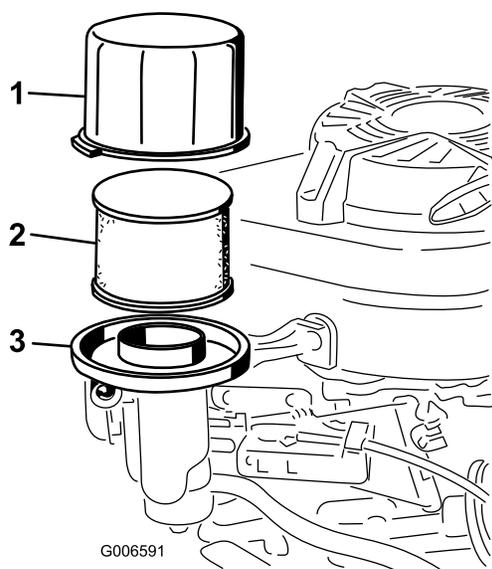

Figura 29
3. Retire cobertura e limpe-a cuidadosamente (Figura 29).
4. Retire o pré-filtro de esponja do filtro de papel (Figura 29) e substitua o filtro de papel se estiver excessivamente sujo.